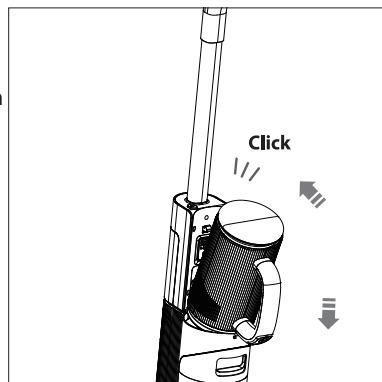

Fig. 28 – Inserimento dell'unità motore
- ▶ Premere con cautela l'unità motore nell'apparecchio finché non scatta in posizione (vedere Fig. 28).